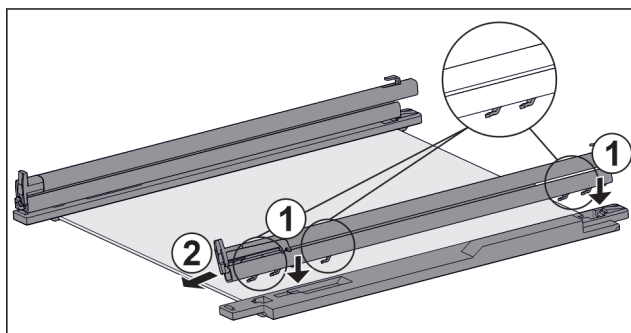

Fig. 156 Стеклопластина с направляющими и крепежными элементами
- ▶ Поместите крючки направляющей в отверстия **левого** крепежного элемента. Fig. 156 (1)
- ▶ Потяните направляющую вперед. Fig. 156 (2)
- ▶ Поместите крючки направляющей в отверстия **правого** крепежного элемента. Fig. 156 (1)